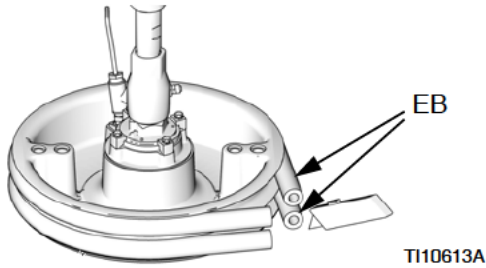

图 19
2. 关闭断连开关 (M)。
3. 为更换磨损或损坏的刮环 (EB)，将压盘升出料桶。从底座上拆下料桶。将压盘上的流体擦拭干净。
4. 用刀具切断顶部和底部刮环并从压盘上卸下。参见图 19。